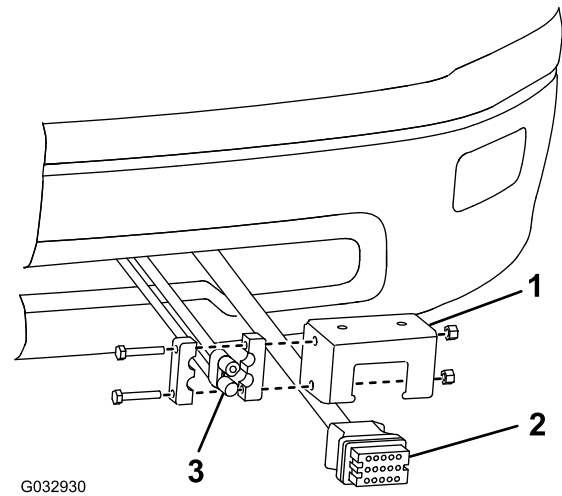

Figura 19
27. Monte el conector de la quitanieves del arnés de cables del lado del camión en la parte inferior del parachoques con el soporte de montaje del arnés de control (Figura 19).
28. Monte el conector de energía/puesta a tierra negro y rojo en el soporte de montaje del arnés de control (Figura 19).